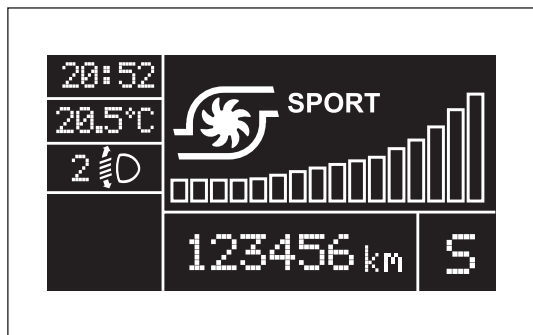

fig. 93
- Page-écran avec pression du turbo-compresseur : fig. 93.